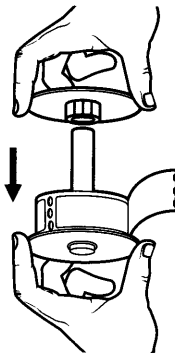

Figure 8
- 4 Ajustez le côté droit de la bobine pour qu'il vienne maintenir le rouleau en place (Figure 8).